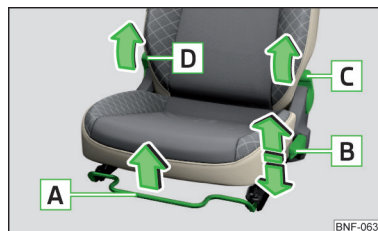

Fig. 52
- › Træk i armen **D** » Fig. 52, og klap ryglænet frem.